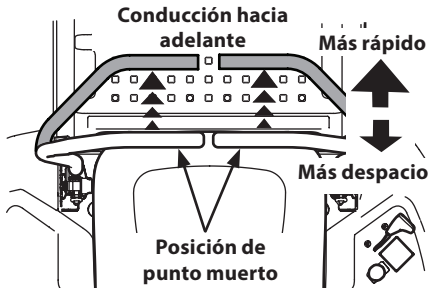

Figura 23
1. Mueva las palancas de control de la transmisión de barras de seguridad lenta y suavemente hacia adelante. El tractor comenzará a desplazarse hacia adelante. Consulte la Figura 23.